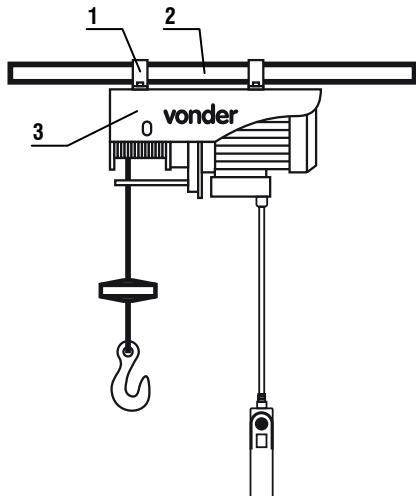

Fig. 3 – Fijación de la grúa en el soporte
- La fijación de la grúa eléctrica (3) en el soporte (2) (no acompaña el soporte) ocurre a través de dos abrazaderas (1) 45 mm x 45 mm que están posicionadas en la parte superior de la estructura de la grúa (Fig. 3).